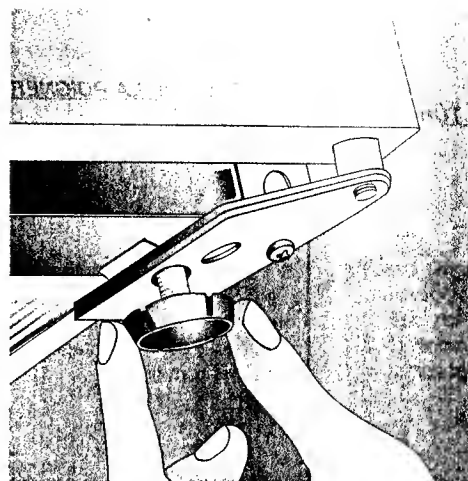

Fig. 1
regolabili (Fig. 1).
the appliance (Fig. 1).
4) Nivelier l'appareil en vous servant des pieds avants qui sont réglables (Fig.1).
4) Équilibre la posición del aparato valiéndose de los pies regulables anteriores (Fig.1).
4) Equilibre o aparelho servindo-se dos pés anteriores reguláveis (Fig.1).